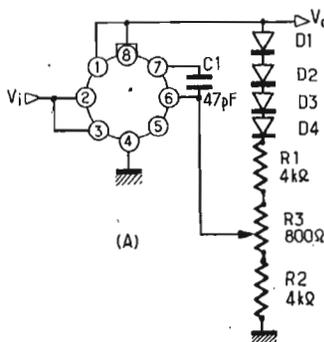

FIG. 1.
A la figure 1 (A) on donne le schéma de montage du circuit SFC2100M Sescosem donnant une tension de sortie décroissante lorsque la température est croissante, la loi de variation $V = f(T)$ étant linéaire comme le montre la figure 1 (B).
On voit sur le graphique (ou « graphe ») de la figure 1 (B) que si la température est de -55°C , la tension de sortie est de $5,5 \text{ V}$ environ. Elle décroît pour tomber à 4 V environ pour une température de $+125^\circ$.
Ce montage est analogue à celui de la figure 1 (A), mais le diviseur de tension permettant la contre-réaction est résistif, contenant des résistances, R_1 de $13\,000 \text{ ohms}$ et R_2 de $2\,600 \text{ ohms}$. Toutes les résistances des montages 1 (A) et 2 (A) sont à tolérance de 1%. En série avec R_2 , on trouve une diode orientée dans le sens conducteur, anode vers le +.